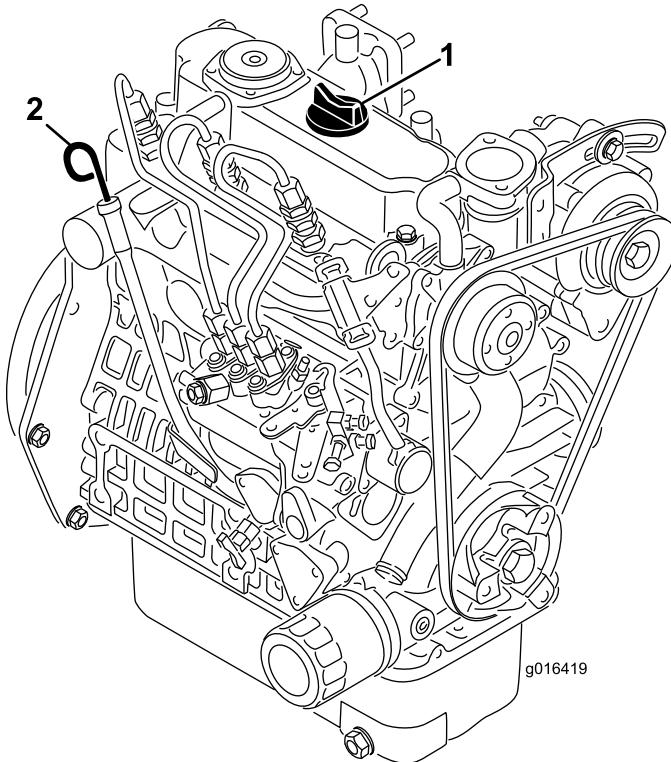

Bild 33
2. Nehmen Sie den Peilstab heraus und wischen Sie ihn mit einem sauberen Lappen ab (Bild 33).